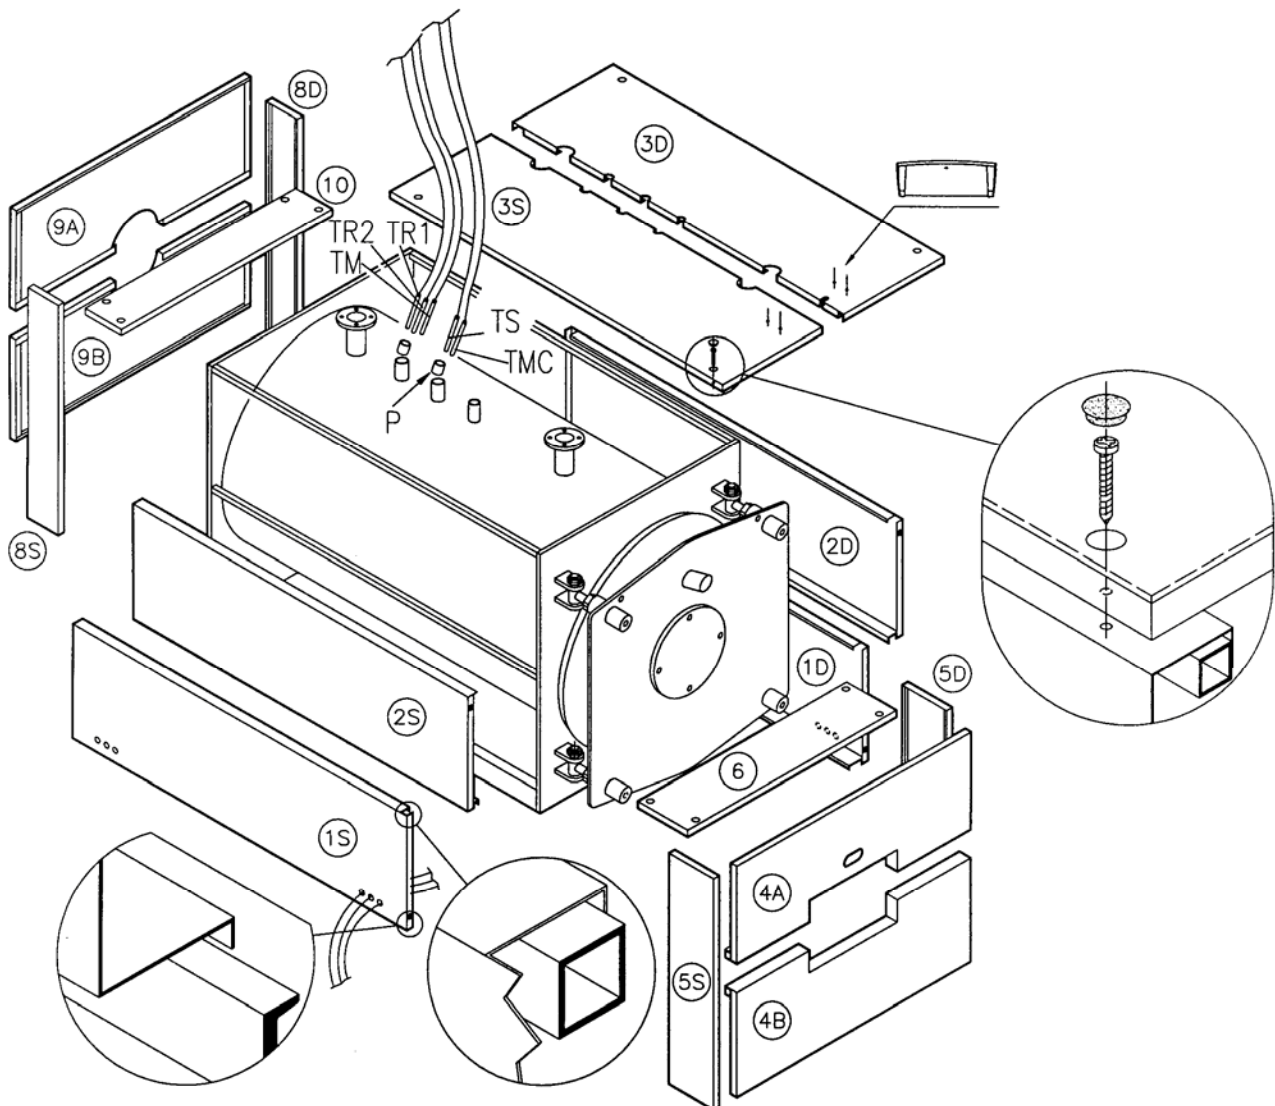

Рис. 9
4.3 ОБШИВКА КОТЛА REX/REX К 50+130 (Рис. 9)
- a) Обернуть стекловатой корпус котла, оставив видимыми Зумпфы для колб (P), расположенные на правой стороне.
- d) Установить верхнюю панель (3S) на котел; зафиксировать панель управления на панели (3S); размотать капилляры термостатов и термометра и вставить колбы в зумпфы (P).